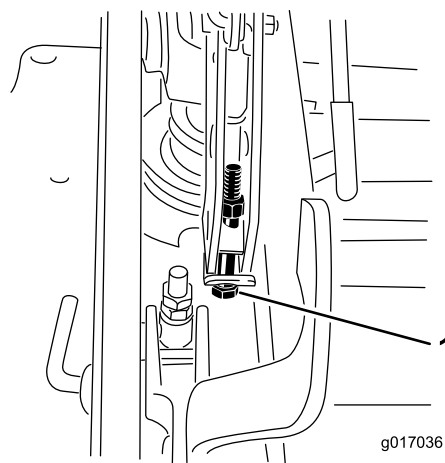

Figure 95
12. Si le tablier est trop bas, serrez le boulon de réglage monopoint dans le sens horaire. Si le tablier est trop haut, desserrez le boulon de réglage monopoint dans le sens antihoraire (Figure 95).
16. Ajustez précisément la vis de réglage en la tournant jusqu'à obtention d'une hauteur de 8,3 mm (3,25 po) (Figure 95).